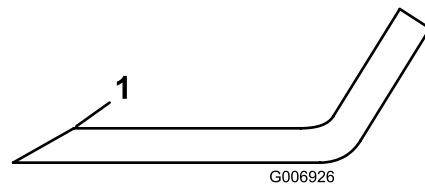

Figura 73
3. Controllate i taglienti di tutte le lame, e affilateli se fossero ottusi o scheggiati. Affilate soltanto la parte superiore del tagliente e mantenete l'angolo di taglio originale per garantire l'affilatura (**Figura 73**). La lama rimane bilanciata soltanto se viene rimossa una quantità uguale di metallo da entrambi i taglienti.